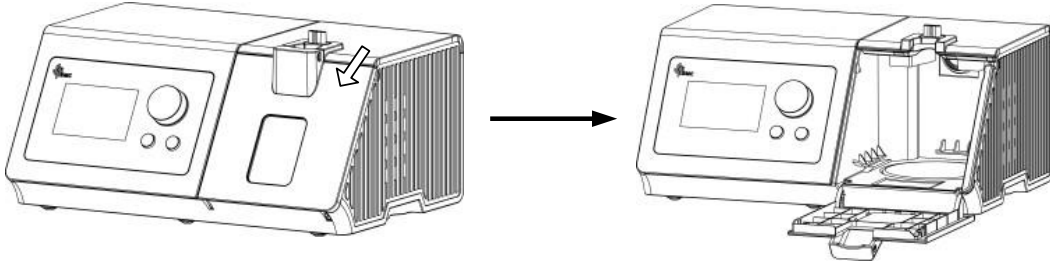

Fig. 11-7
- (2) **Su haznesinin kapağını açın:** Su haznesinin kapağını Fig.11-7'de gösterilen yönde açın.